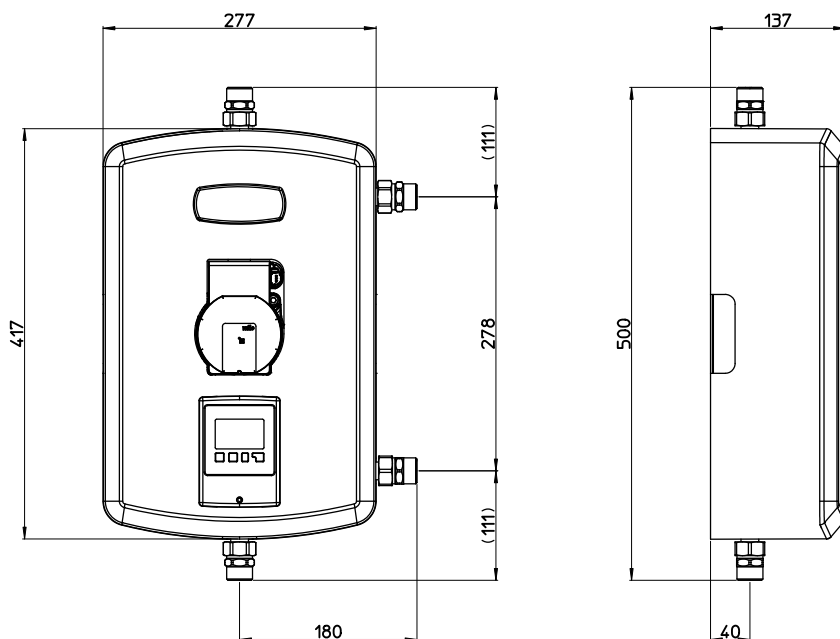

Abb. 3: Abmessungen und Achsabstände
- ✓ Die Rohrleitungen anschliessen laut Schema bei *Abb. 3*.